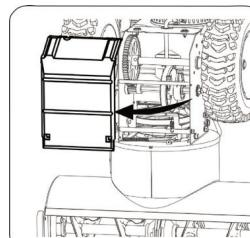

Figure 28
2. Faites pivoter soigneusement la souffleuse à neige vers le haut et vers l'avant afin qu'elle repose sur le boîtier de la tarière. Retirez le couvercle du cadre du dessous de la souffleuse à neige en retirant les quatre vis autotaraudeuses qui le fixent. Voir la figure 28.